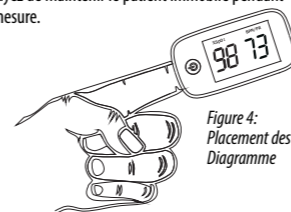

Figure 4:
A. L'utilisateur doit insérer complètement le doigt dans la sonde, B. Il est recommandé de laisser la lumière LED briller directement sur l'ongle (Figure 4); C. Ne secouez pas le doigt et essayez de maintenir le patient immobile pendant la mesure.